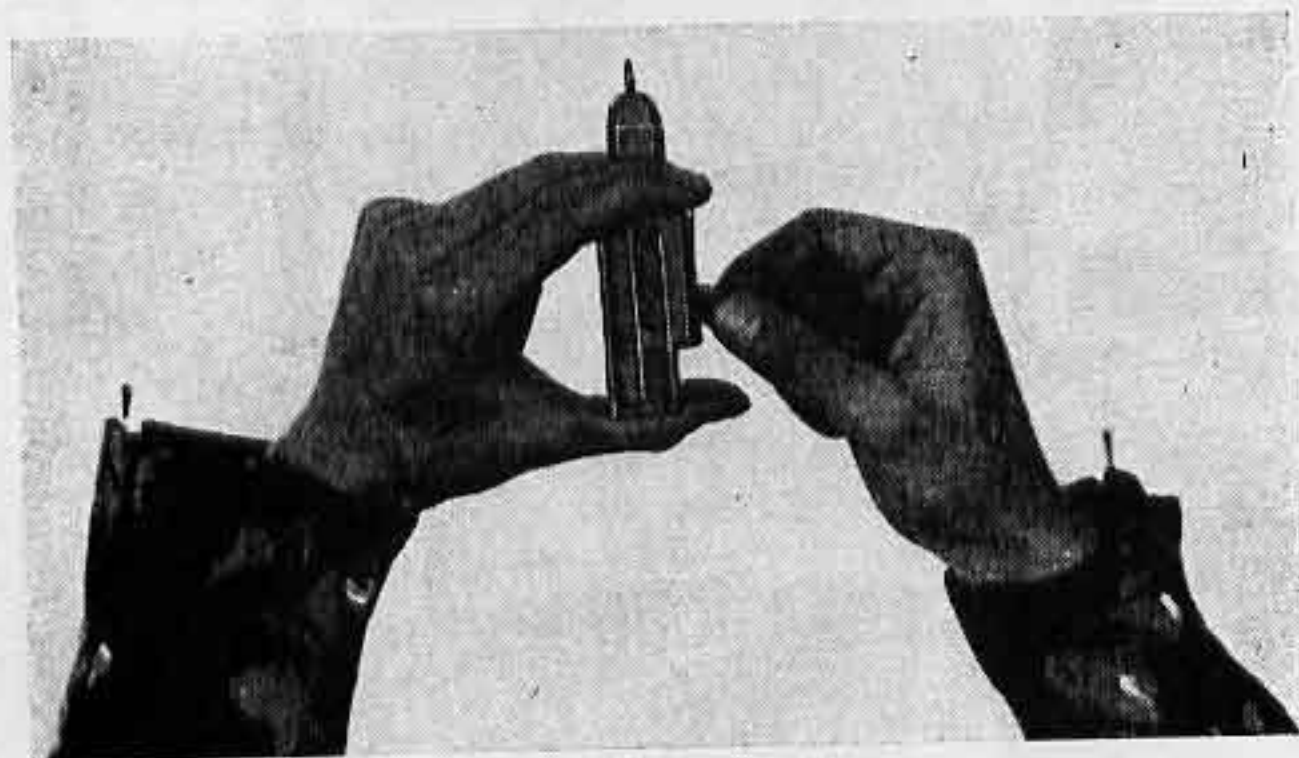

fig 26
- Démontez le dispositif de percussion (fig 26)